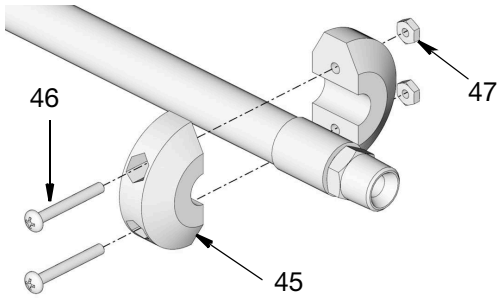

FIG. 14
14. Reinstallare l'arresto a sfera e la valvola di erogazione (FIG. 14).
15. Rimuovere il morsetto a C (A).